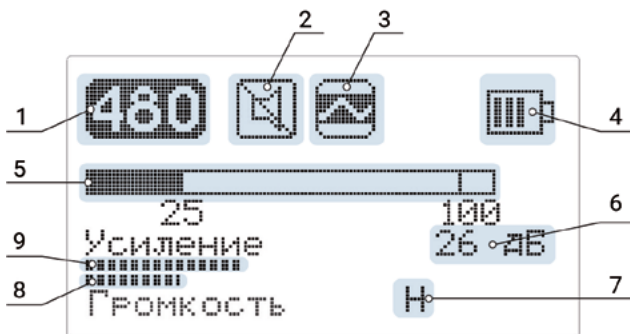

Рисунок 2 – Вид основного экрана для канала «480»
## 4.3.1. Вид основного экрана для канала «480» (Рис. 2).
4.3.2. Обозначение выбранного рабочего канала отображается в верхнем левом углу дисплея (Рис. 2, позиция 1):